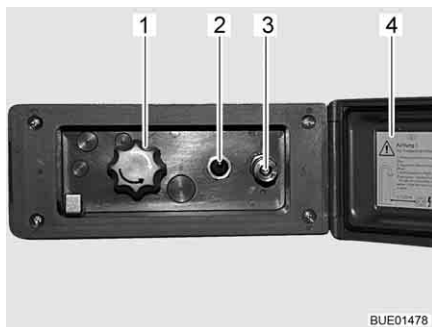

Bild 108 Duschanschluss außen
- Deckel (Bild 108,4) entriegeln und öffnen.
- Schlauch der Außendusche am Schnellverschluss (Bild 108,3) anschließen.
- Wasserpumpe mit Schalter (Bild 108,2) einschalten.
- Wassertemperatur mit Drehknopf (Bild 108,1) nach Wunsch einstellen.
- Wasserpumpe mit Schalter (Bild 108,2) ausschalten.
- Deckel (Bild 108,4) schließen und mit Schlüssel verriegeln.
- Drehknopf (Bild 108,1) auf Mittelstellung stellen.